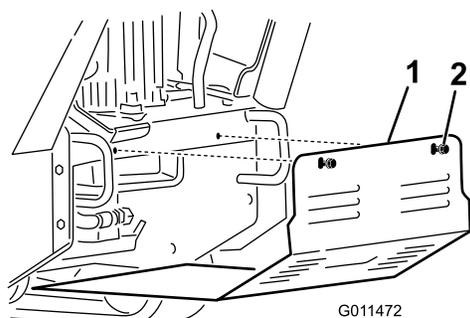

Рисунок 26
2. Последовательно отвинчивайте 3 болта крепления нижнего щитка, пока не освободите щиток (Рисунок 26).
2. Вставьте нижний щиток в машину так, чтобы он сел на все 4 ушка (Рисунок 26).